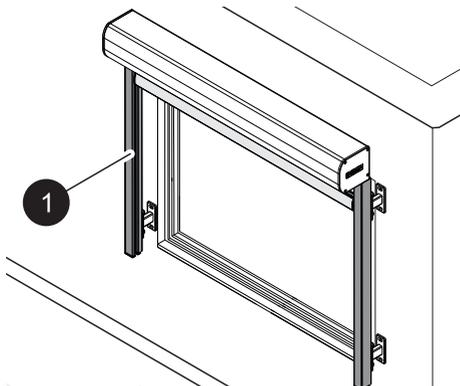

Fig. 17: Nettoyer les glissières
4. Brosser ou passer l'aspirateur sur les glissières (Fig. 17/1).